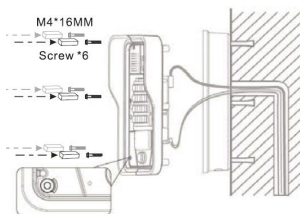

Figura 8
A.- Después de bloquear los 6 tornillos en la posición correspondiente de la carcasa de plástico, las 6 esponjas conductoras se cargan en un orificio para tornillos. Como se muestra en la figura 8, la carcasa trasera está bloqueada.